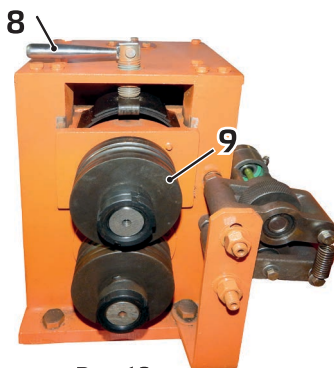

Рис. 19
9. Вращая ручку 8 поднимите прижимной ролик 9 (рис. 19).